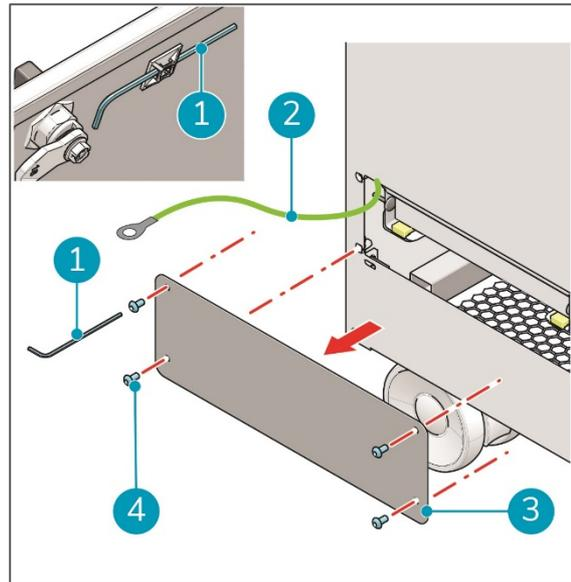

Abbildung 17
1. Lösen Sie die Innensechskantschrauben (4 Stück, Abbildung 17, Pos. 4) der Abdeckung des Vorfilterfachs (Abbildung 17, Pos. 3) mit dem mitgelieferten 2,5-mm-Innensechskantschlüssel (Abbildung 17, Pos. 1).
2. Bauen Sie die Abdeckung ab (Abbildung 17, Pos. 3).
HINWEIS: Ein Erdungskabel (Abbildung 17, Pos. 2) verbindet die Abdeckung mit dem i-air Pro. Trennen Sie es **NICHT** vom i-air Pro.
10. **HINWEIS:** Achten Sie darauf, dass das Erdungskabel (Abbildung 17, Pos. 2) immer mit der Abdeckung verbunden ist. Bringen Sie es gegebenenfalls wieder an.